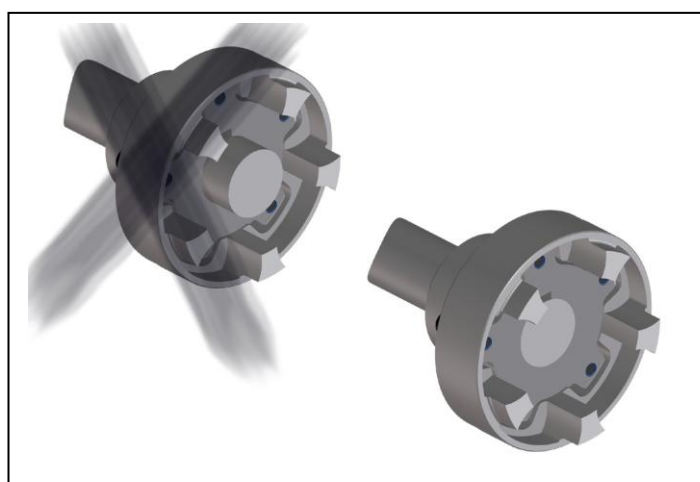

Bild 4
- Montieren Sie die Naben so, dass die Wellenenden mit den inneren Bohrungsöffnungen bündig abschließen (Bild 4). Überstehende Wellenenden verhindern das radiale Ein- und Ausbauen der Bremsscheibe. Beachten Sie eventuell abweichende Vereinbarungen!